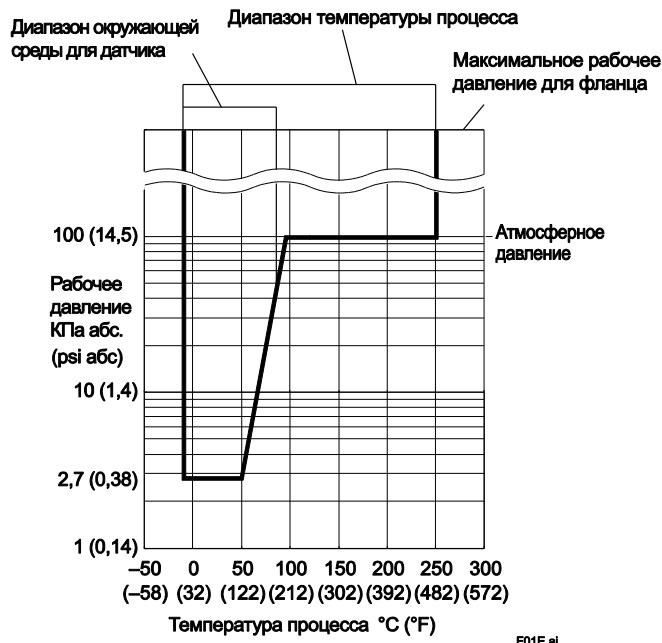

Рис. 1. Рабочее давление и температура процесса
Для атмосферного давления или ниже см. Рис. 1.
*1: См. рис. 1 «Рабочее давление и рабочая температура».